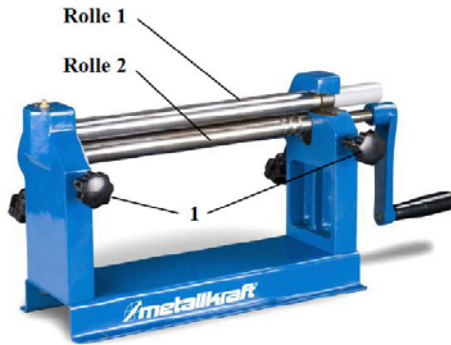

Abb. 6: Einstellen der Blechstärke
Durch die beiden Drehgriffe (2; Abb. 6) wird die Leitrolle (3) verstellt. Um einen größeren Rundungsradius des Bleches zu erreichen müssen die Drehgriffe herausgeschraubt, für einen kleineren Rundungsradius hineingeschraubt werden. Um gerade Rohre zu erzeugen muss die Leitrolle parallel zu den anderen Rollen eingestellt werden. Für konische Rohre muss die Leitrolle schräg eingestellt werden. Hierzu muss einer der Drehgriffe (2) entsprechend tiefer eingeschraubt werden als der andere.